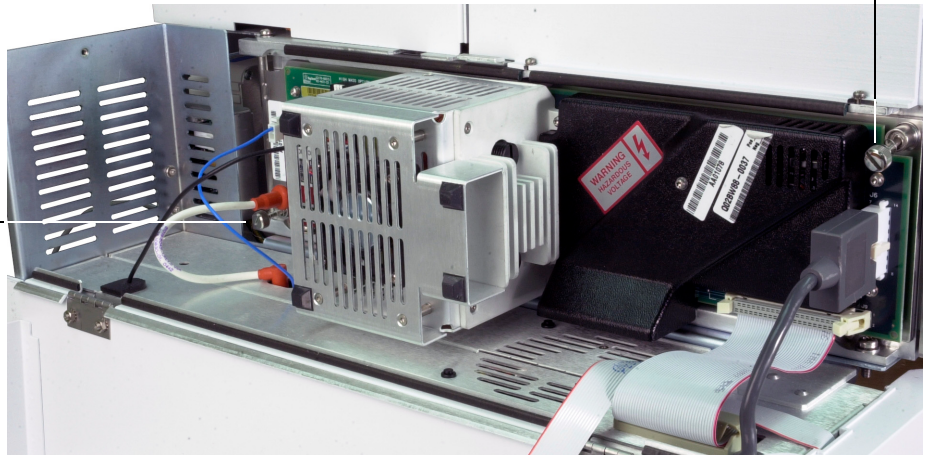

Рис. 25 Винты боковой панели
- 8** Вручную затяните винты боковой панели (**Рис. 25**).